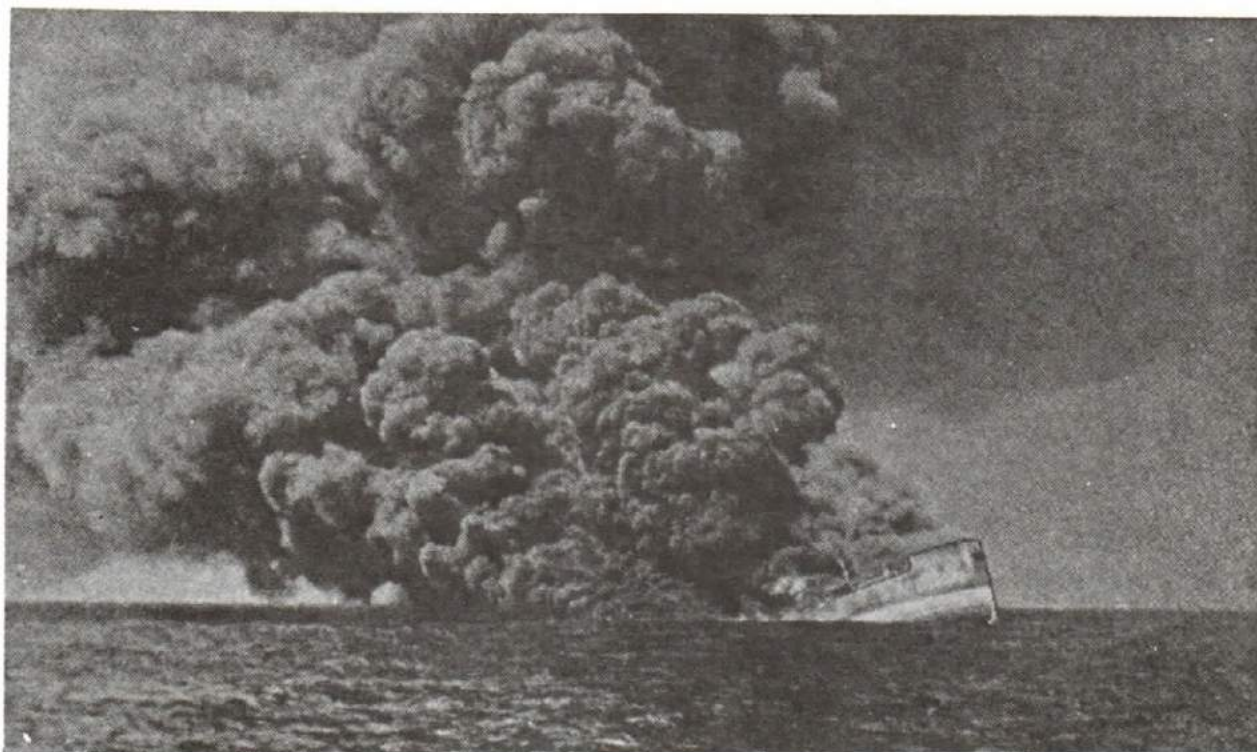

Figure 1-11
3. For six days the passage was uneventful, even tedious. Then on the seventh a great number of German radio transmissions were picked up. It could only be U-boats, gathering strength, preparing for the attack. The convoy altered course to the north in order to run along the Greenland coast and perhaps throw off the enemy, but in vain. At dusk, the first merchant vessel was torpedoed and sank quickly. See Figure 1-11.
3. Pendant six jours la navigation se déroule sans histoire. On s'ennuie à bord. Le septième jour, la radio capte un grand nombre de messages en allemand qui ne pouvaient provenir que de sous-marins rassemblés pour une attaque. Le convoi met le cap vers le nord pour longer la côte groenlandaise et tenter de semer l'ennemi, mais en vain. Au crépuscule, le premier navire marchand est torpillé et envoyé rapidement par le fond (voir la figure 1-11).